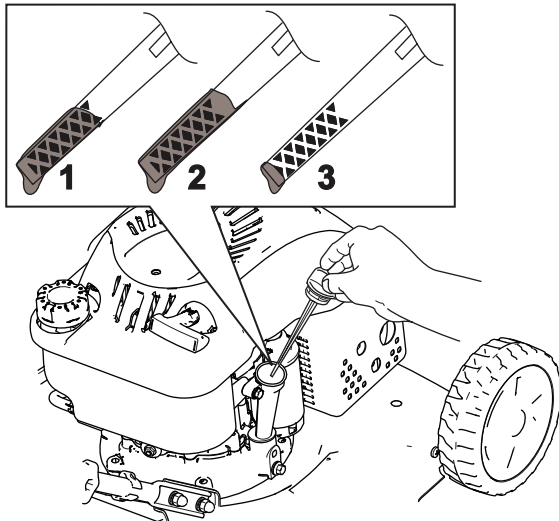

Figura 24
3. Scoateți joja rotind capacul în sens invers acelor de ceasornic și trăgându-l (Figura 24).